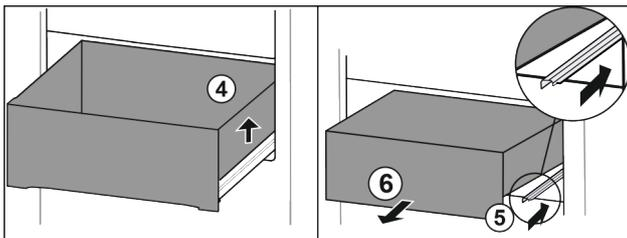

Fig. 14\*
- ▶ Schubfach rechts anheben Fig. 14 (4).\*
- ▶ Rechte Schiene einschieben Fig. 14 (5).\*
- ▶ Schubfach nach vorne entnehmen Fig. 14 (6).\*